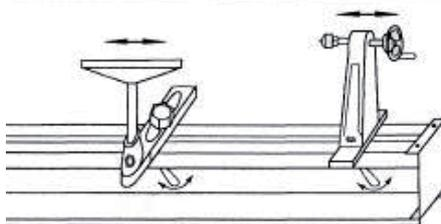

Рис. 7
3. Передвиньте заднюю бабку и опору резца вдоль основания и закрепите стопорный рычаг (см. рис. 7).